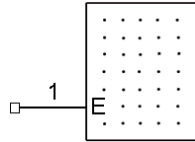

Рис. 4
- нажать ОК и, переместив курсор в точку 20/15 , щелкнуть LB и RB – рис. 4;